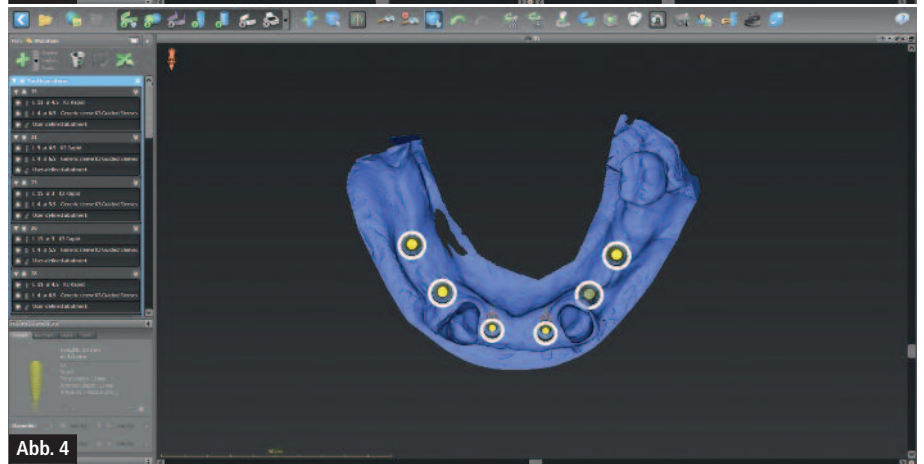

Abb. 4
- Abb. 4:** Ansicht Implantatplanung okklusale.